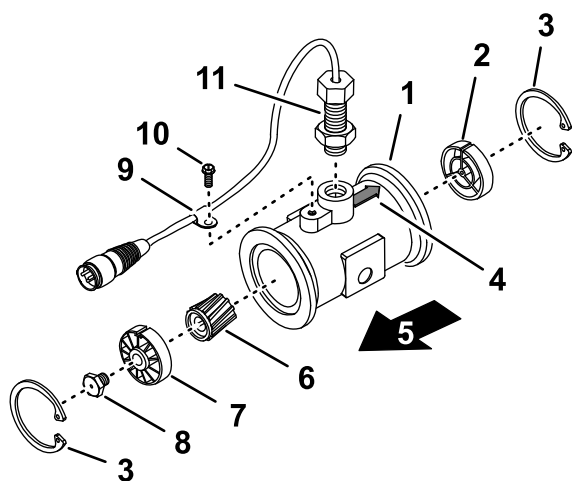

Figure 111
3. Retirez le circlip en amont (Figure 111).